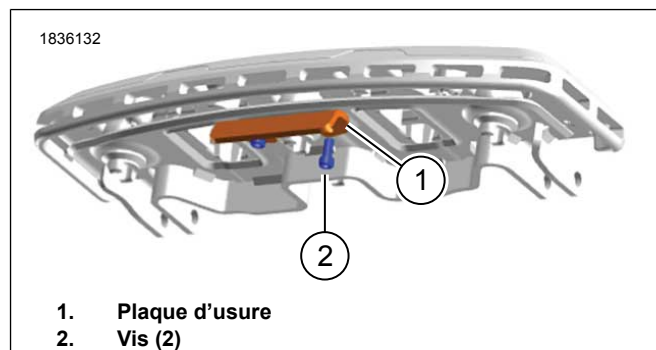

Figure 4. Plaque d'usure de marchepied
1. Figure 4 Lors de l'entretien de la plaque d'usure (1), retirer les vis de la plaque d'usure existantes (2).